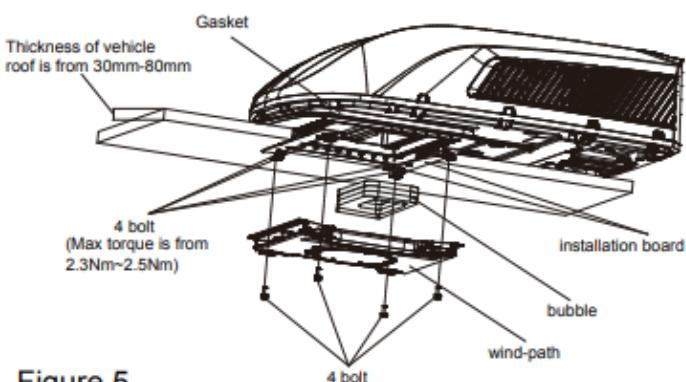

Figure 5
3. Tragen Sie dann das Außengerät auf das Fahrzeugsdach und richten Sie es an den Öffnungen auf dem Fahrzeugsdach aus. Verwenden Sie 2 Sätze Montageplatten und 4 Schraubbolzen, um das Außengerät zu montieren. Bei der Montage der Montageplatte müssen die Löcher der 4 langen Schrauben zunächst mit den 4 Löchern des Adapters ausgerichtet werden, und dann müssen die oberen Flächen an der Unterkante der beiden Montageplatten mit der Unterseite des Fahrzeugsdachs überlappen. (Siehe Abbildung 5).
6. Bringen Sie die Schaumstofteinheit an der Luftkanalbaugruppe an. Befestigen Sie die Luftkanalbaugruppe mit 4 Schraubenbolzen an der Montageplatte. Prüfen Sie nach dem Anschluss des Außengeräts an das Innengerät, ob sich die Schaumstoffbaugruppe gelöst hat (siehe Abbildung 5).